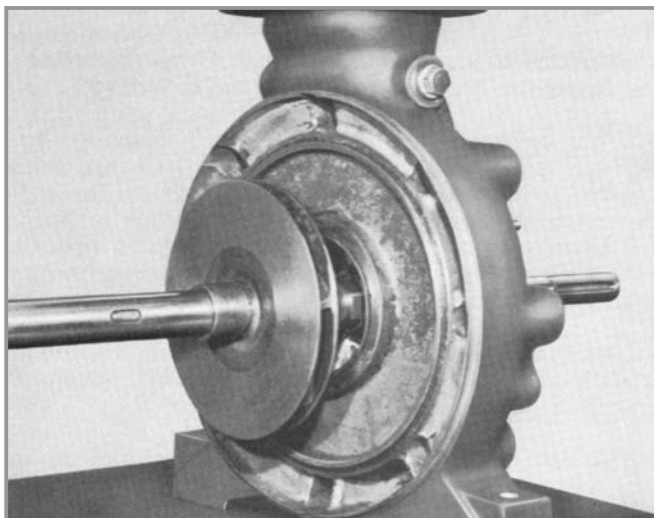

Fig. 71 - Bomba já sem o primeiro corpo de estágio (108)
21. Desmontar a luva de estágio (521) e o rotor (230) do próximo estágio junto com a respectiva chave (940.2).
22. Seguir nesta sequência até a desmontagem do primeiro corpo de estágio (vide Fig. 71).